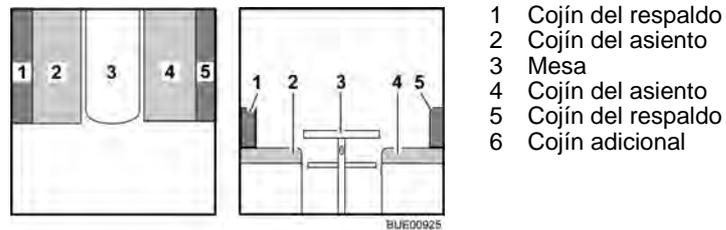

Fig. 77 Antes de la transformación
- Transformar la mesa (Fig. 77,3) en base de cama (véase apartado 6.11).